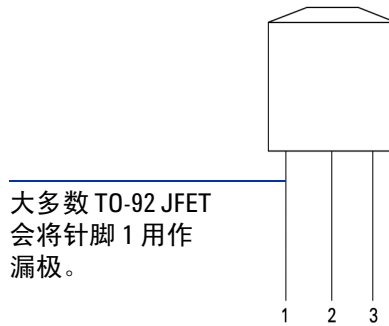

图 5-10 TO-92 JFET
- 3 在本例中，我们将使用 TO-92 封装的 JFET，如图 5-10 中所示。